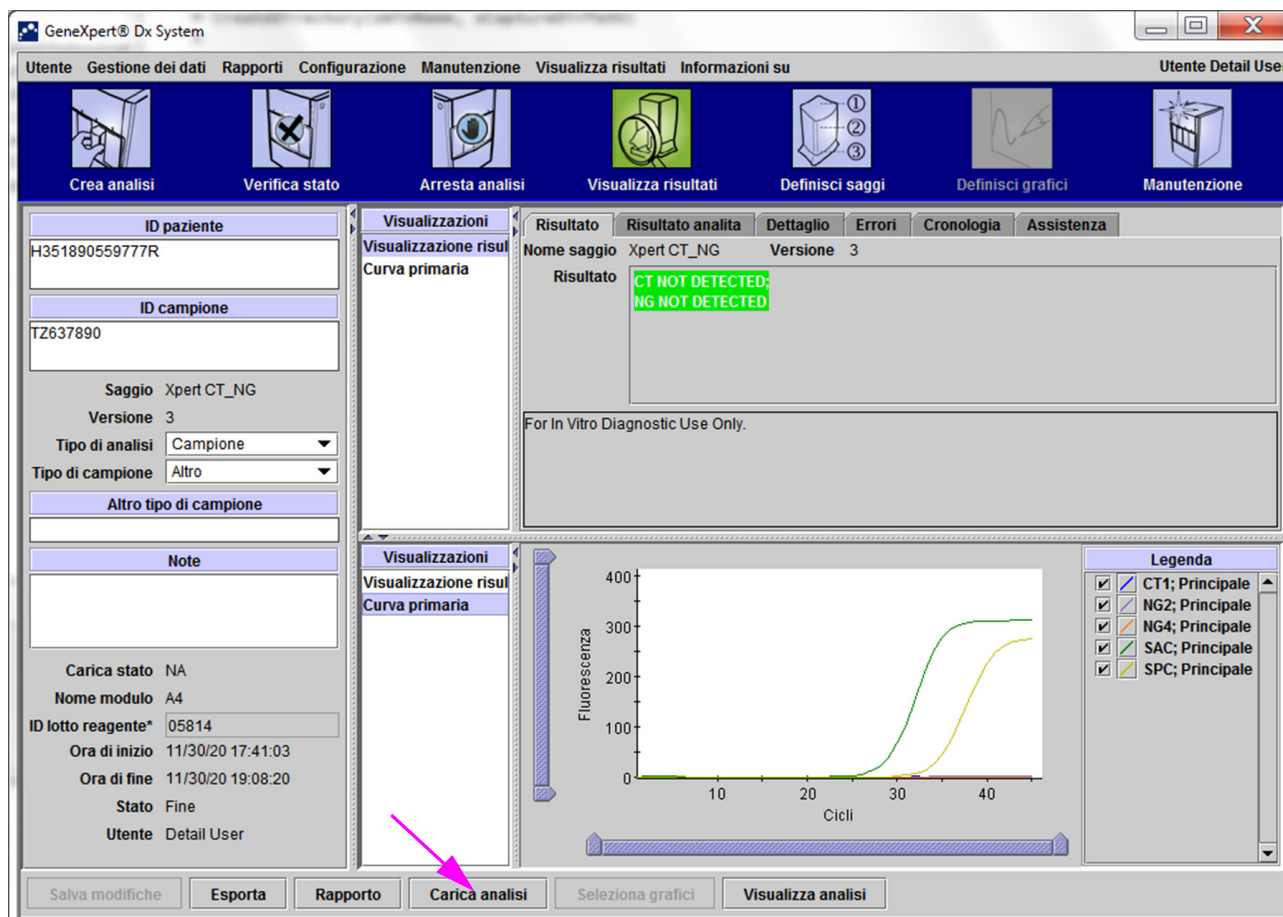

Figura 5-69. Caricamento dei risultati dei test sull'host
1. Nella finestra GeneXpert Dx System, fare clic su **Archivia analisi** nel menu **Gestione dei dati**. Verrà visualizzata la finestra di dialogo Seleziona le analisi da archiviare. Vedere la Figura 5-69.
2. Selezionare i test che si desidera archiviare. Selezionare la casella di controllo adiacente a ciascuno dei test da archiviare. Vedere la Figura 5-69. È possibile selezionare singoli test, uno ad uno, oppure selezionare più test facendo clic su uno dei seguenti pulsanti situati nella parte inferiore della schermata Seleziona le analisi da archiviare:
Selezionando la casella di controllo **ID mascherati (Cloak IDs)** in alto a sinistra nella finestra di dialogo Seleziona le analisi da archiviare (Select Test(s) To Be Archived) (vedere la Figura 5-69), , vengono mascherate tutte le informazioni relative agli ID dei campioni e dei pazienti.